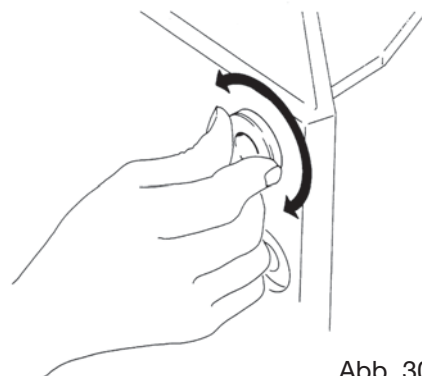

Abb. 30
- Setzen Sie die Buchsen mit Drehbewegungen in die Gehäuse der Träger der Kopfträger oder der Brückenträger ein (Abbildung 30).